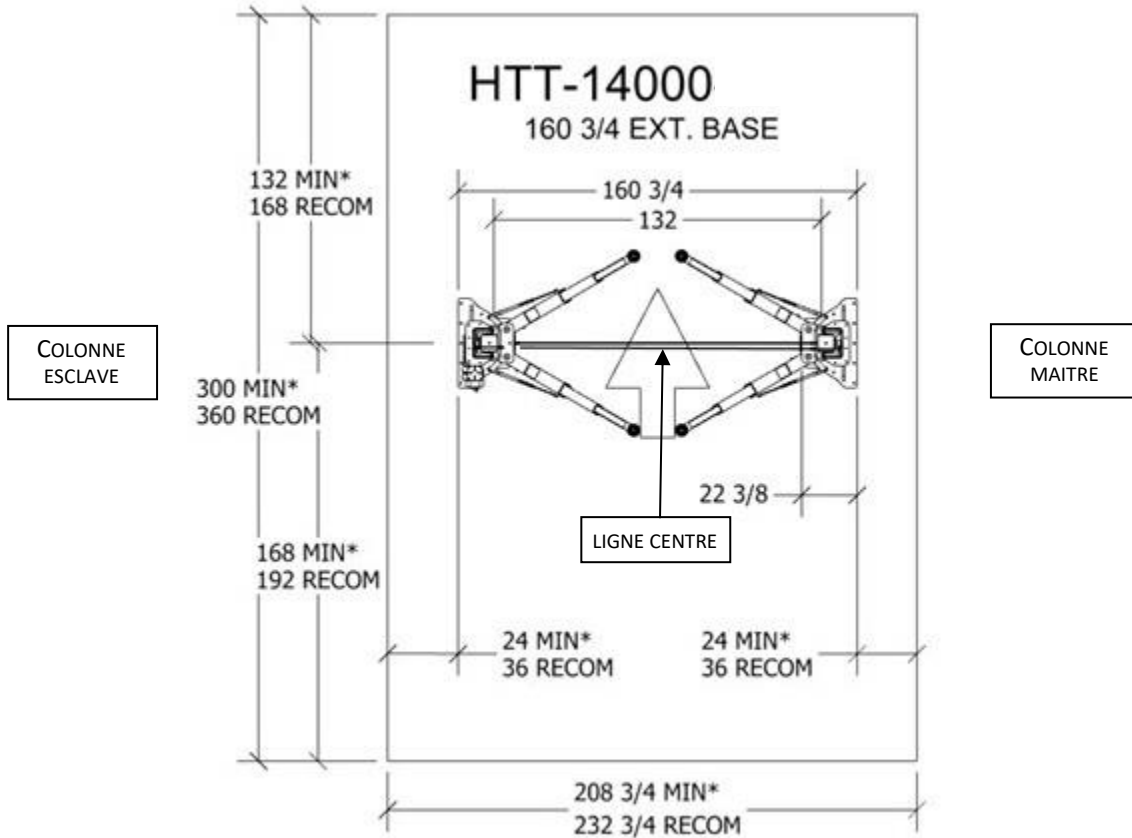

FIGURE 5 : DIMENSIONS DE LA BAIE DE TRAVAIL MINIMALES ET RECOMMANDÉES
- 2. EMPLACEMENT DU GIROLIFT :** SELON LES DISTANCES RECOMMANDÉES DE LA **FIGURE 5**, MARQUER AU PLANCHER L'ENDROIT OÙ SERA INSTALLÉ LE GIROLIFT ET MARQUER LA LIGNE CENTRE.